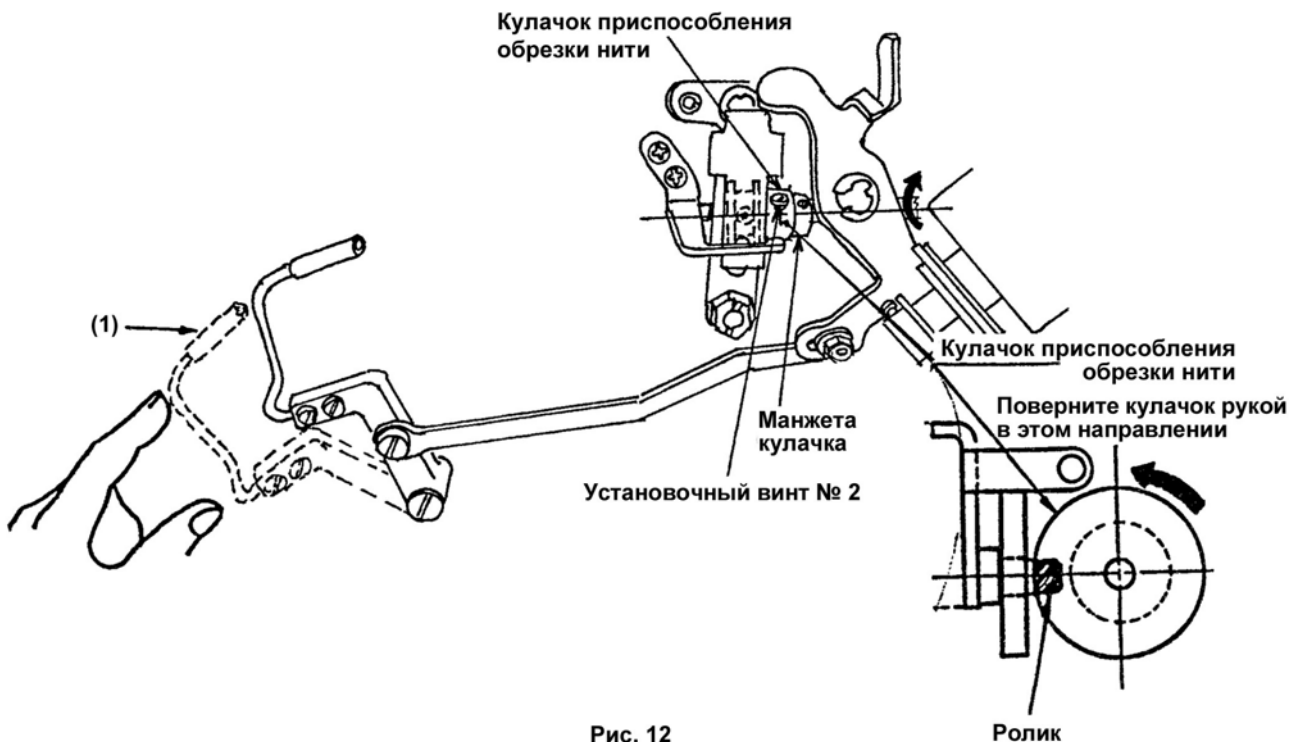

Рис. 12
Наклоните головку машины, поворачивайте вручную маховик до тех пор, пока рычаг нитепритягивателя не приподнимется слегка рядом с верхней мертвой точкой, нажмите пальцами на захват нитепритягивателя (Рис. 12 (1)) справа, ролик войдет в бороздку кулачка приспособления для обрезки нити и эти механизмы войдут в зацепление друг с другом. В этом же положении поверните маховик в обратном направлении, противоположном от обычного направления работы швейной машины, и маховик войдет в положение, при котором не происходит вращения колеса машины. Одновременно отрегулируйте синхронизацию кулачка таким образом, чтобы маркерная метка (Рис. 13 (1)) рычага машины, показанная на Рис. 13 совместилась с маркерной меткой (Рис. 13 (1)) на маховике. Данная синхронизация кулачка предназначена для хлопковой и синтетической нитей.
Вначале ослабьте два установочных винта (Рис. 12) в распределительном механизме приспособления для обрезки нити в порядке №№ 1 и 2, и совместите маркерную метку на маховике с маркерной меткой на рычаге машины (Рис. 13 (1) красной (2) или зеленой (3)). Далее, нажимая на захват нитепритягивателя (Рис. 12 (1)) справа, кулачок и ролик войдут в зацепление друг с другом, поверните кулачок только кончиком пальца в обратном направлении, противоположном от обычного направления вращения приводного вала, не поворачивая приводного вала челнока (стрелка на Рис. 12). Прижмите кулачок к ролику (Рис. 12) в положении, при котором кулачок не вращается, и затяните винты в кулачке в порядке № 2 и № 1.
Поднимите прижимную лапку в такое положение, при котором рычажок нитепритягивателя тесно соприкоснется со стороной своего упора. После этого проверьте, чтобы величина подъема диска № 2 натяжения нити составляла 0,5 мм – 0,1 мм, когда захват нитепритягивателя (Рис. 12 (1)) прижат вправо).